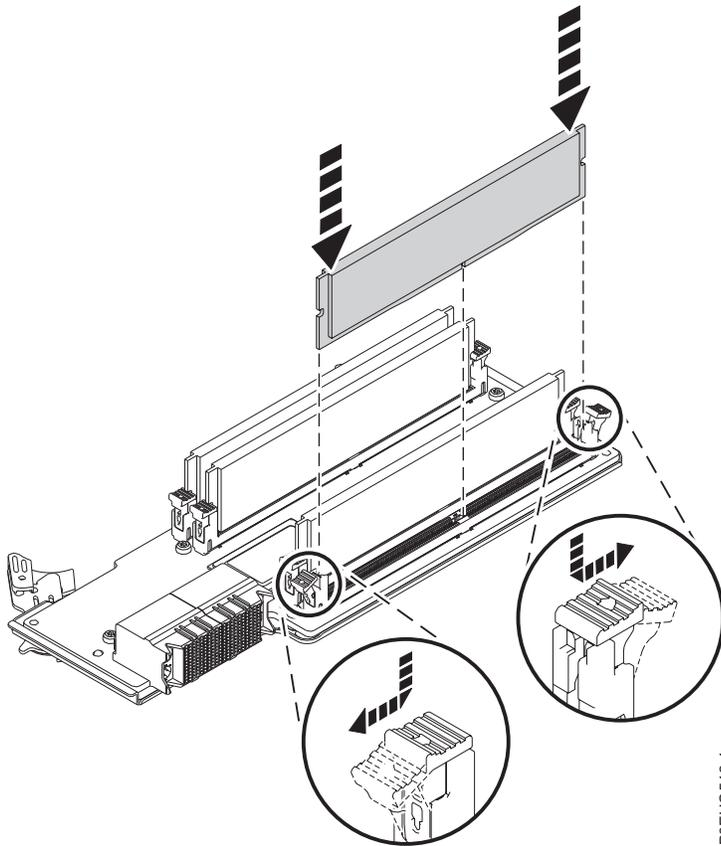

Figura 35. Substituindo a memória DIMM em um slot no riser
a. Empurre as guias de travamento para a posição aberta, para fora do slot, na direção mostrada em Figura 35 na página 36.